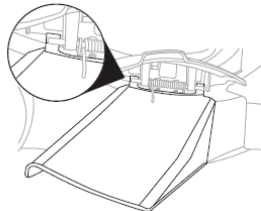

Рис. 27
4. Установите боковой канал для бокового выброса на опорный штифт боковой крышки (Рис. 27).